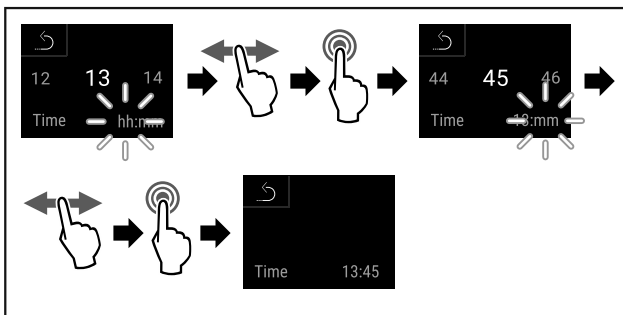

Fig. 56
- Stappen (zie Fig. 56) uitvoeren.